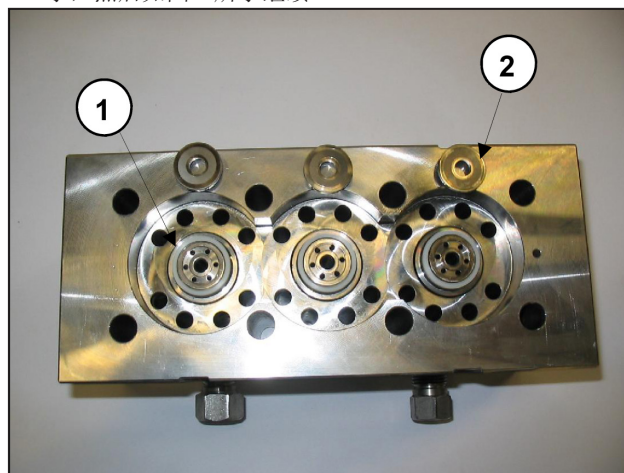

图23
拆除泵缸套时，注意不要丢失阀座①和平阀②，如图23所示，它们由于只是平放，可能会跌落。